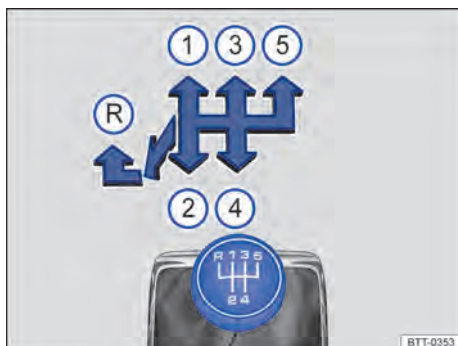

Fig. 89 Esquema de la transmisión manual de 5 marchas.
Las posiciones de cada una de las marcha están representadas en la palanca de cambios → fig. 89.
- Empujar la palanca de cambios totalmente hacia la izquierda y después hacia adelante hasta la posición de la marcha atrás → fig. 89 (R).